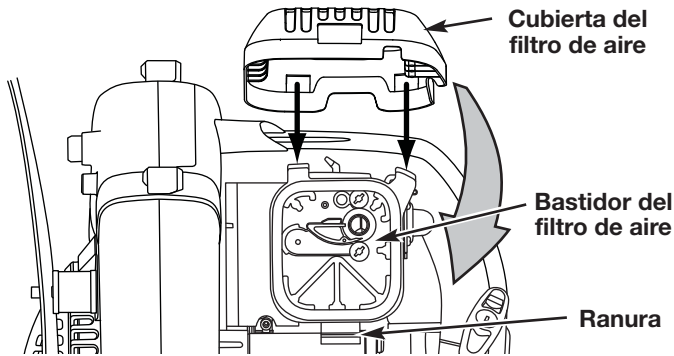

Fig. 25
8. Mueva la cubierta hacia la izquierda derecha hasta que la orejeta del filtro de aire calce en su lugar en la ranura de la placa posterior (Fig. 25).